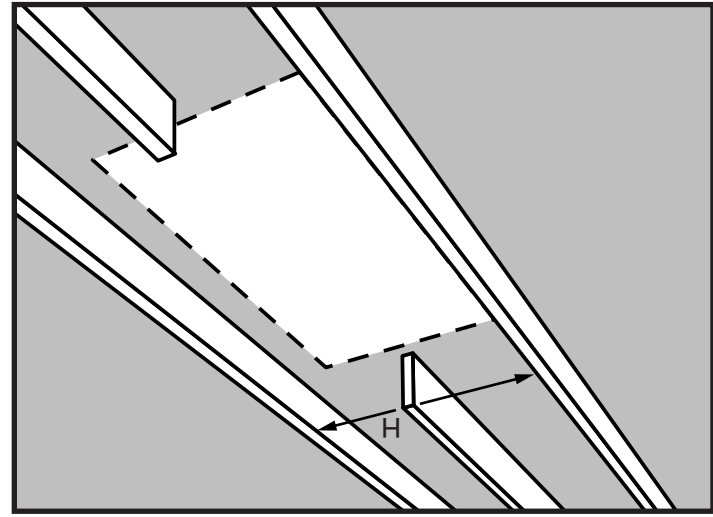

Figura 14
- PASO 1.** Mida la longitud "H" del cabecero entre las vigas no-cortadas (Véase la Figura 14).